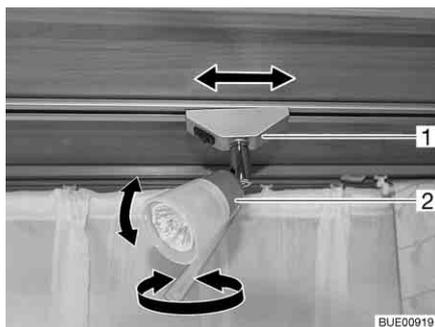

Fig. 65 Foco
Girar: ■ Cogér la carcasa (Fig. 65,2) y girarla.
Desplazar: ■ Agarrar el soporte (Fig. 65,1) y girarlo aprox. 45°.
- Agarrar el soporte (Fig. 65,1) y girarlo 90°.